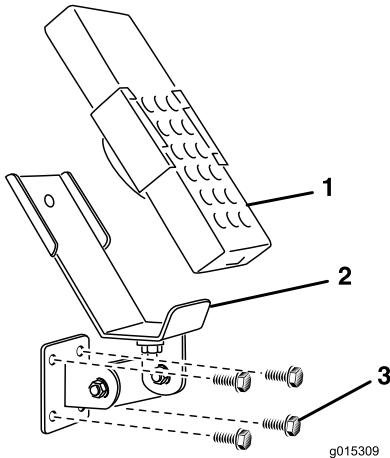

Figura 12
3. Utilizzando la piastra di supporto come modello, individuate, contrassegnate e praticate (4) fori di 11/32 poll (0,87 cm). di diametro sulla superficie di montaggio del veicolo trainante.
4. Installate la staffa di montaggio e la piastra di supporto con (4) bulloni a testa flangiata da 5/16 x 1-1/2 poll. e dadi di bloccaggio flangia (Figura 12 e Figura 13).